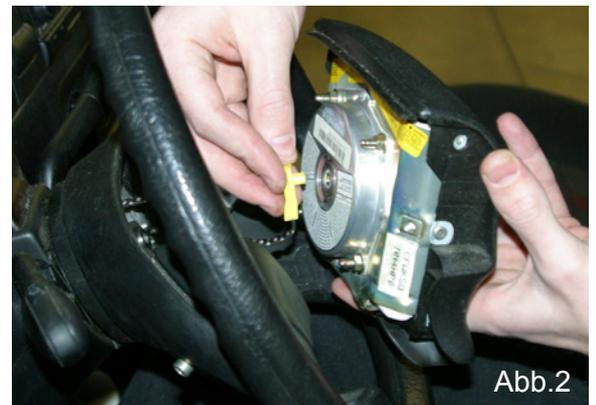

Abb.2
5. Airbagmodul vorsichtig abheben, Stecker abziehen und Airbagmodul entfernen (Abb.2).